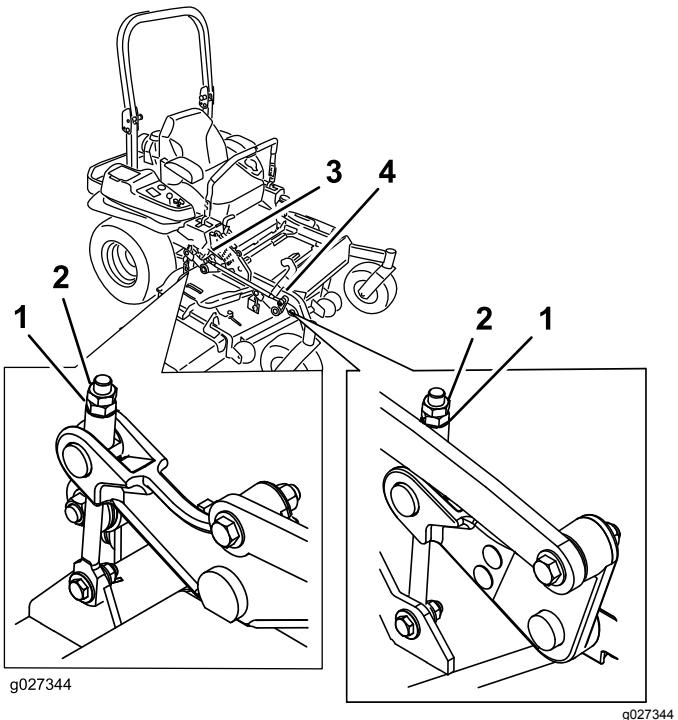

Figure 95
10. Ajustez précisément le serrage de l'écrou de réglage sur l'ensemble de levage du tablier avant (Figure 95).
16. Ajustez précisément la vis de réglage en la tournant jusqu'à obtention d'une hauteur de 8,3 mm (3,25 po) (Figure 95).